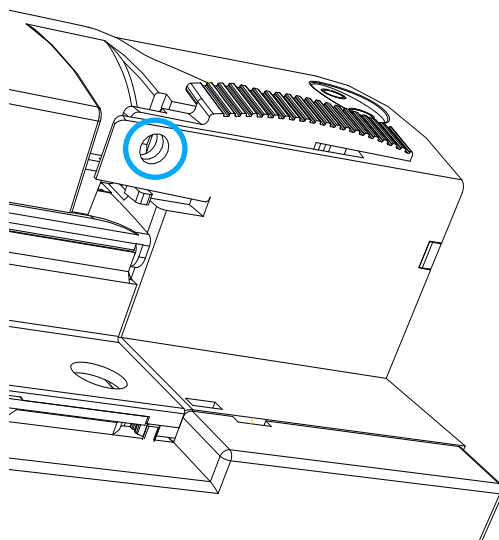

Figura 10: Orificio M2 del pasador para precintar el acceso al diferencial.
- 5.- Poner el pasador selector de modo en Modo Automático (ON).
**Nota :** El pasador dispone de un orificio M2 donde se puede pasar un precinto o candado para bloquear el acceso al diferencial y cualquier intento de reconexión manual (**Figura 10**).